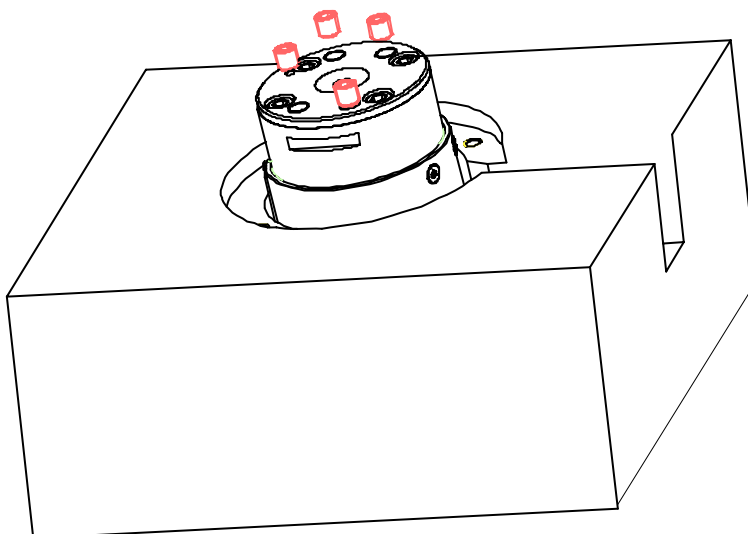
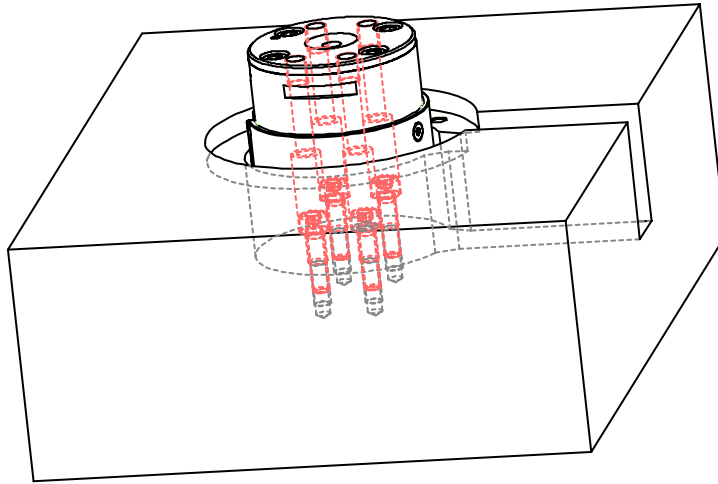

Fig. 71 – Dévisser les 4 ergots
Fig. 72 – Défaire les 4 vis
2. Dévisser les 4 ergots (Fig.71) situés au dessous de la tête de la busette ainsi que les 4 vis à tête cylindrique (Fig. 72) fixant la tête de la busette à la plaque porte-buse.